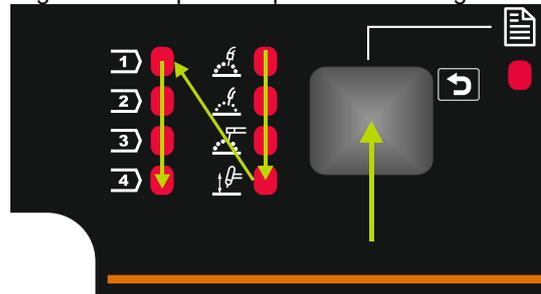

Figura 6
- Prima de novo a Tecla esquerda [30] o indicador do programa de soldadura [30 ou 31] passa para o seguinte na sequência apresentada na Figura 6.